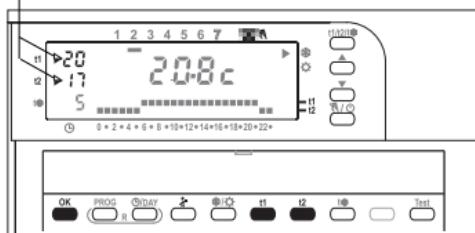

fig. 16
a) **To store both temperature limits:** press **t1**, then press **t2**; the relative values will be fixed on the display with the indicators ► blinking alongside (fig. 16). Press **OK** to confirm: the chronothermostat will revert to the currently activated program.
a) **Pour fixer les deux limites de température:** appuyer sur la touche **t1**, puis sur la touche **t2**; l'afficheur bloque les valeurs respectives accompagnées des indices ► qui clignotent (fig. 16). Appuyer sur la touche **OK** pour confirmer: le chronothermostat revient au programme de fonctionnement en cours.
a) **Um beide Temperaturgrenzen festzulegen:** betätigen Sie die Taste **t1**, und anschließend **t2**; auf der Anzeige stehen nun neben den blinkenden Pfeilen ► die jeweiligen Werte (Abb. 16). Zur Bestätigung drücken Sie die Taste **OK**: der Zeitthermostat stellt auf den aktuellen Betrieb zurück.
**a) Per fissare entrambi i limiti di temperatura:** premere il tasto **t1**, quindi premere il tasto **t2**; sul display si bloccano i rispettivi valori con a fianco gli indici ► lampeggianti (fig.16). Premere il tasto **OK** per confermare: il cronotermostato torna al programma di funzionamento in corso.
**a) Para fijar ambos límites de temperatura:** presionar la tecla **t1**, y luego la tecla **t2**; en el display los valores se bloquean y los índices ► que están al lado parpadean (fig.16). Presionar **OK** para confirmar: el cronotermostato vuelve al programa que se está utilizando.